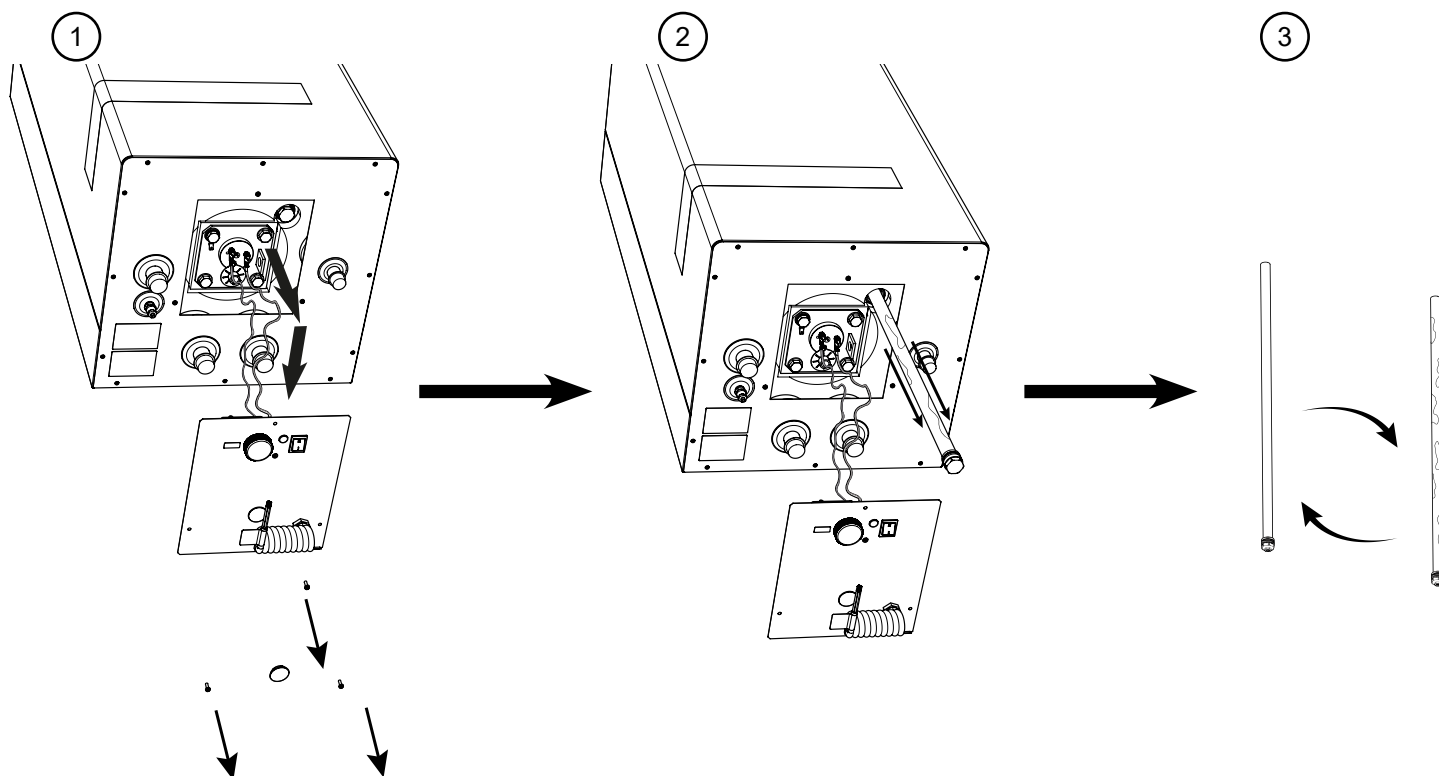

Fig.21 Udskiftning af magnesiumanode i beholderne QME 60, QMC 100, QME 100, QMC 150, QME 150
Udskiftning af magnesiumanode i beholderen QMC/QME (se Fig. 21):
3. Afmontere kabinetets dæksel og anbring det i en sikker afstand, uden at afbryde kabelforbindelserne. (Fig. 21 position 1).
4. Ved hjælp af en topnøgle skrues den brugte magnesiumanode ud (Fig. 21 position 2).
5. Udskift magnesiumanode med en ny (Fig. 21 position 3).